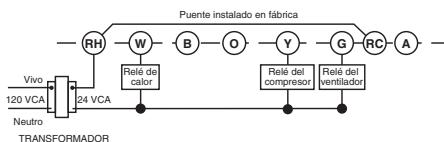
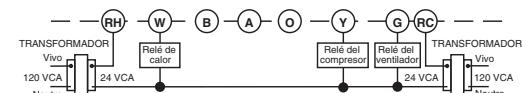

Figura 2. Conexión típica para sistema de calor/frío de un solo transformador
Figura 3. Conexión típica para sistema de calor/frío de dos transformadores
- Si su sistema tiene más de dos cables:** Consulte en el cuadro de referencia las conexiones correctas. Si tiene un sistema de frío/calor de cuatro cables, deje conectado el puente instalado en fábrica entre RC y RH (vea la figura 2). Si su sistema tiene cinco cables, retire el puente instalado en fábrica entre RC y RH (vea la figura 3).